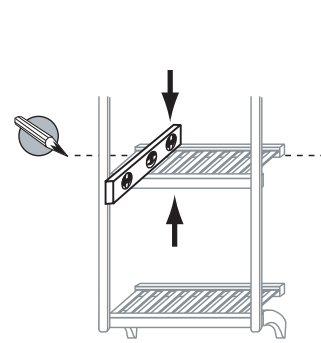

FIG. 9.0
- Choisir l'emplacement désiré pour les tablettes (E).
- Attacher les crochets en L aux (D) barres de support vertical avec les vis n° 6 de 3/4 pouce.
- Mettre la tablette à niveau (de l'avant à l'arrière) et tracer une ligne de niveau sur le mur arrière du placard au bas de la tablette (Fig. 9.0).